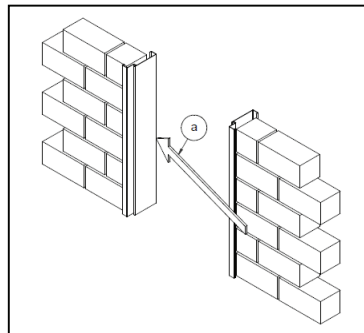

Abb. 1.2
- Die Toleranzen von der waagerechten oder vertikalen Solllage dürfen max.  $\pm 1,0$  mm pro Meter betragen. (Abb. 1.2 - Blickrichtung (a))